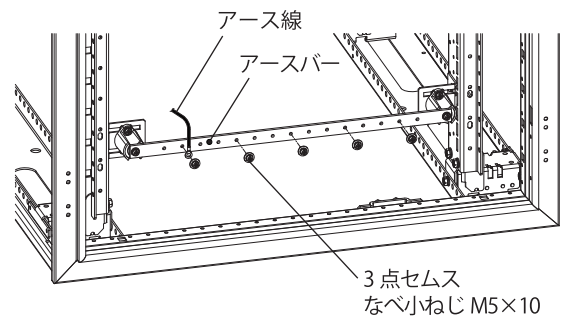

図5
6. アース線をアースバーに、付属の3点セムスなべ小ねじM5×10にて固定してください。(図5)